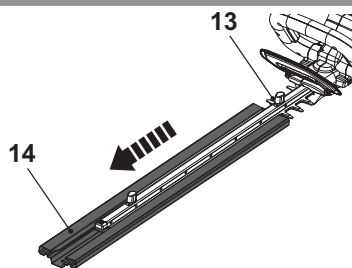

Fig. 1
1. Retire la cubierta de la cuchilla (14). del dispositivo de corte (cuchilla) (13) antes del funcionamiento (Fig.1)
2. Guarde la cubierta de la cuchilla (14) de forma segura.